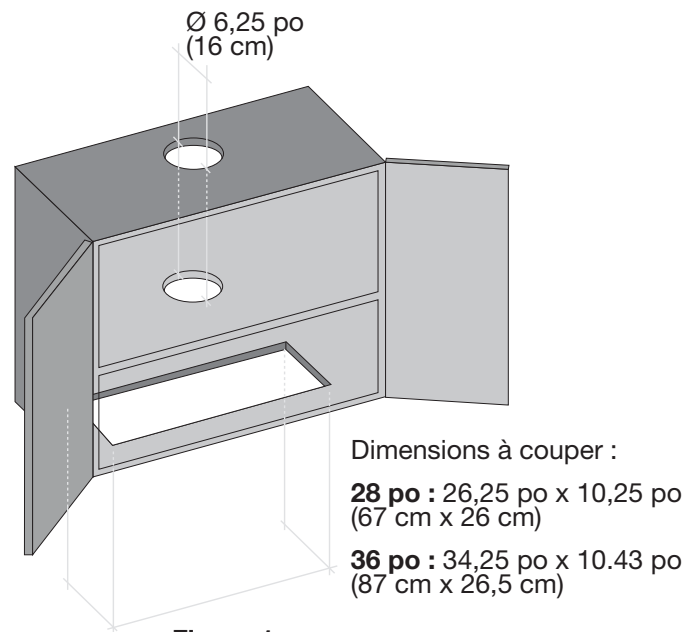

Figure 1
- Mesurez et coupez l'ouverture au bas de l'armoire pour adapter le moteur de la hotte. (Voir figure 1)
- Mesurez et découpez un trou dans le haut de l'armoire pour l'adapter au conduit de ventilation. (Voir figure 1)